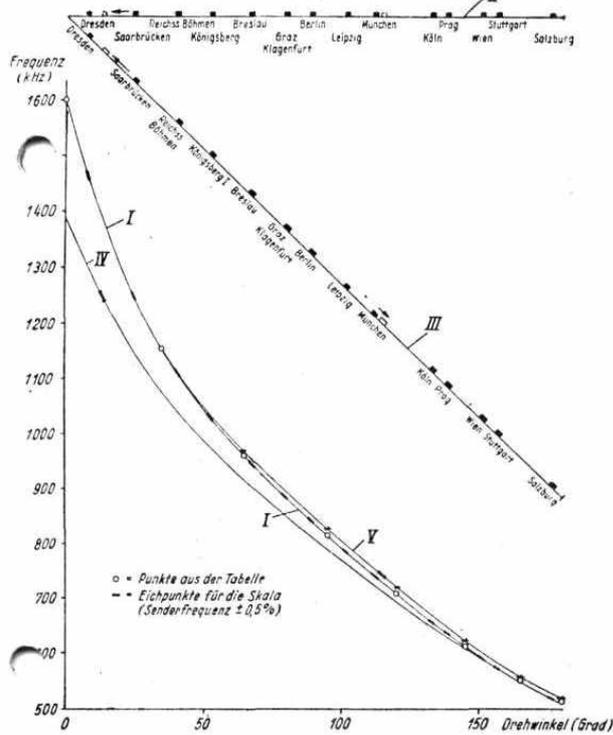

Bild 1. Die Herstellung der Eichkurve
wie sie in Bild 1, Kurve I wiedergegeben ist. Ist unsere Linearskala gerade so lang wie die im Bild 1 für die Auszeichnung der Drehwinkel verwendete waagerechte Gerade, so brauchen wir nur für die verschiedenen Frequenzen der auf der Empfängerskala (II) einzutragenden Rundfunksender von der Frequenzskala auf der linken Seite waagrecht nach rechts bis zur Kurve I zu gehen und von dort nach oben, wo wir die Empfängerskala waagrecht hingezeichnet haben, um in diese die Markierungen einzutragen zu können. In Bild 1 ist gleich noch gezeigt, wie man die Übertragung auf eine entsprechend längere Skala (III) vornehmen kann, sie wird einfach schräg eingezeichnet, so dass ihre Endpunkte mit den senkrechten Linien durch die Endpunkte der Skala für den Drehwinkel zusammenfallen (in der Originalzeichnung war II 180 mm, III 250 mm lang). Bemerkt sei, dass alle Rechnungen mittels Rechenschiebers durchgeführt wurden und dass in Bild 1 nur eine beschränkte Anzahl von Sendern eingetragen ist, um die Übersichtlichkeit des Bildes nicht zu verderben.
überlegen wir einmal: Bei ganz hereingedrehtem Kondensator, also niedrigster Abstimmfrequenz, macht eine bestimmte Kapazitätsänderung verhältnismäßig wenig aus. Die gleiche Kapazitätsänderung hat aber einen erheblichen Einfluss bei herausgedrehtem Kondensator, denn im ersteren Falle beträgt dessen Kapazität allein ja 483 pF, im letzteren Falle nur 16 pF. Eine Änderung von 1,6 pF z. B. aber bedeutet im ersteren Falle weniger als 0,5 %, im letzteren jedoch 10 %. Man muss also mit der Einstellung der Trimmerkondensatoren am hochfrequenten (kurzwelligen) Ende der Skala (links in Bild 1) anfangen und dann am anderen Skalenenden die Abgleichschrauben der Spulen einstellen.
Wir nehmen einmal an, dass eine um 20 pF zu große Kapazität vorhanden sei, weil etwa der Trimmer zunächst zu weit eingedreht ist. Wir beginnen mit dem Abgleich am oberen Skalende (rechts in Bild 1) und verstellen die Induktivität so weit, dass bei der jetzt vorhandenen Höchstkapazität von $519,8 + 20 = 539,8$ pF die Frequenz 510 kHz erreicht wird. Die Selbstinduktion ist dann auf ungefähr 180,5 μ H erniedrigt. Da die Parallelkapazität zu groß ist, muss man erwarten, dass ein zu kleiner Frequenzbereich bestrichen wird, und die Kurve IV in Bild 1 erweist diese Annahme als richtig: Man kommt nur bis 1388 kHz „herauf“. Dreht man jetzt den Trimmerkondensator „heraus“, so dass die Frequenz am Anfang wieder 1600 kHz beträgt, dann bekommt man Kurve V (Bild 1), d. h. wegen der etwas zu kleinen Selbstinduktion ist am rechten Ende der Skala die Frequenz noch etwas zu hoch (in unserem Falle mit einer um 18 pF verkleinerten Kapazität rd. 518 kHz). Diesen Fehler können wir jetzt wieder durch geringe Vergrößerung der Spulen-Selbstinduktion (Hineindreihen des Hf-Eifenkerns) korrigieren, worauf am anderen Ende der Skala nochmals durch Nachstellen des Trimmers (geringe Verkleinerung der Kapazität = Herausdrehen) eine Korrektur vorgenommen wird. Durch mehrfaches Wiederholen dieses „Abgleichs“ kann man es erreichen, dass die Sollwerte, die wir weiter oben ausgerechnet haben, mit so großer Genauigkeit erreicht werden, dass praktisch keine Differenz zwischen der ausgerechneten Zeigerstellung und der wirklich beim Empfang einer Station zu findenden festzustellen ist.
Bild 1 zeigt für zwei Beispiele noch, wie die Zeigereinstellung bei nicht genauem Abgleich sich in unserem Beispiele verschiebt. Ist L vorabgeglichen (Kurve IV), aber C noch zu groß, so liegen am Anfang der Skala (linker Teil) die Zeigereinstellungen links von den Markierungen (z. B. für Saarbrücken angedeutet). Das ist der Fall, weil wir ja dann den Drehkondensator weiter herausdrehen müssen, um auf die gewünschte Kapazität herunterzukommen. Nach dem Abgleich der Kapazität werden im linken Bereich der Skala die Zeigerstellungen richtig liegen, jedoch nunmehr im rechten Teil etwas nach rechts verschoben sein, weil ja jetzt der Drehkondensator weiter eingedreht werden muss (entsprechend Kurve V, für München angedeutet). Am rechten Ende der Skala muss dann die Selbstinduktion nochmals korrigiert werden, desgleichen evtl. bei 1600 kHz die Kapazität, bis die Eichung stimmt. Da eine geringe Abweichung in der Anfangskapazität nach unseren bisherigen Erfahrungen also einen weitaus größeren Fehler in der Eichung bei den höheren Frequenzen bedingt, als ein verhältnismäßig großer Fehler der Selbstinduktionseinstellung bei den niedrigen Frequenzen, werden wir am zweckmäßigsten zuerst die Trimmerkapazität nachstellen.
Wir kennen zwei Mittel, um den Bereich, innerhalb dessen ein Kreis in seiner Frequenz verändert werden kann, einzuschränken. Sie laufen beide darauf hinaus, den Änderungsbereich der Kapazität zu verkleinern. Wenn wir (Bild 5b) dem Oszillator-Drehkondensator noch einen Kondensator (P) parallel schalten, so lässt es sich einrichten, dass mit einer bestimmten Spule der Oszillatorkreis gerade den Frequenzbereich zwischen 978 und 2068 kHz überstreicht, und wir könnten annehmen, dass alles in schönster Ordnung sei. Leider trifft das — wie die Fehlerkurve in Bild 1 b erweist — noch längst nicht zu, denn nur an den Skalenenden wird je einmal der Fehler Null erreicht, auch das Hereinrücken der Abgleichpunkte (gestrichelte Kurve) liefert immer noch sehr große Fehler. Man muss berücksichtigen, dass beide Drehkondensatoren, der des Eingangskreises sowohl wie der des Oszillatorkreises, auf einer Achse sitzen, und dass die Frequenz, auf die bei genauem Gleichlauf der Oszillatorkreis jeweils eingestellt sein müsste, durch die Induktivität und Kapazität des Eingangskreises sowie die unveränderlich gegebene Zwischenfrequenz festgelegt ist. Lediglich dann, wenn die Empfangsfrequenz sehr viel höher liegt als die Zwischenfrequenz, oder wenn nur schmale Frequenzbänder zu bestreichen sind, lässt sich ein solcher „Zweipunkt-Gleichlauf“ mit Erfolg (hinreichend kleine Fehler!) anwenden. Versucht man, den Frequenzbereich im Oszillator durch einen mit dem Drehkondensator in Serie geschalteten Festkondensator (S in Bild 5c) zu verkleinern, so kann man auch wieder zwei Punkte finden, bei denen der Fehler zu Null wird; aber auch hier ergibt